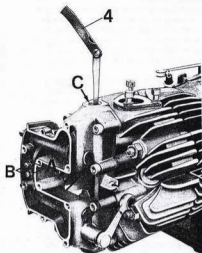
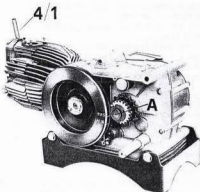

Abb. 61
Abb. 63
EINSTELLUNG DES SPIELS ZWISCHEN VENTILEN UND KIPPHEBELN (siehe Abb. 61)
Die Kontrolle des Spiels wird unter Verwendung der Fühlerlehre Nr. 129090 (4 aus Abb. 61) durchgeführt, welche durch die Bohrung C zwischen Ventil und Kipphebel eingeführt wird. Das genaue Spiel liegt vor, wenn die Lehre, während man die Einstellschraube dreht, leicht schwergängig wird. Man bedenke, daß die Stoßbelastung geräuschvoll wird, wenn das Spiel größer als vorbestimmt ist, ist das Spiel kleiner, schließen die Ventile schlecht oder verziehen und können Fehler wie Kompressionsverlust ermöglichen, mit der Folge geringen Wirkungsgrades des Motors, schnellen Verschleißes der Ventile und Ventilsitze und Überhitzung des Motors, usw.
KONTROLLE DER STEUERUNGSEINSTELLUNG (s. Abb. 61, 63, 113/1)
- Herausdrehen der Einstellschraube (B in Abb. 61) am Einlaßkippebel, es wird eine 2 mm-Fühlerlehre (4/1 in Abb. 63) zwischen Ventilschaft und Kippebel eingeführt. Das genaue Spiel liegt vor, wenn die Fühlerlehre leicht schwergängig wird, während man auf die Einstellschraube (B aus Abb. 61) einwirkt;
- das Schwungrad wird erneut im Uhrzeigersinn gedreht (350 Grad), bis das am Schwungrad angebrachte Zeichen AF 10 mit der Zentrierungsbohrung (A in Abb. 63) übereinstimmt.
- die Einstellschraube (B aus Abb. 61) wird nach Lösen der Mutter (A aus Abb. 61) am Einlaßkippebel herausgedreht, es wird eine 2 mm-Fühlerlehre (4/1 aus Abb. 63) zwischen Ventilschaft und Kippebel eingeführt. Das genaue Spiel liegt vor, wenn die Fühlerlehre schwergängig wird, während man auf die Einstellschraube (B aus Abb. 61) einwirkt;
Um genau den Punkt bestimmen zu können, an dem das Öffnen des Einlaßventils beginnt, muß das Schwungrad feinfühlig so weit gedreht werden, bis man eine Schwergängigkeit des Rades bemerkt. An diesem Punkt ist zu kontrollieren, daß die Zeichen AF 10 am Schwungrad und die Zentrierungsbohrung A aus Abb. 63 am Klauenring bzw. der Pfeil A am Werkzeug (32 aus Abb. 113/1) übereinstimmen. Sollten die beiden Zeichen nicht übereinstimmen, muß das Kurbelwellenzahnrad abmontiert, das Rad gedreht und um so viele Nuten versetzt werden, bis die beiden Zeichen übereinstimmen.